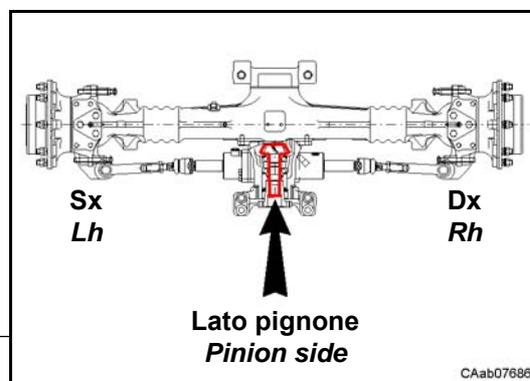

Fig. 2
**Lato sinistro assale:** parte sinistra dell'assale guardandolo dall'albero del pignone verso l'ingranaggio conico (Fig. 2).
**Lato destro assale:** parte destra dell'assale guardandolo dall'albero del pignone verso l'ingranaggio conico (Fig. 2).
**Axle left side:** it is the left side of the axle from pinion shaft point of view toward the pinion bevel gear (Fig. 2).
**Axle right side:** it is the right side of the axle from pinion shaft point of view toward the pinion bevel gear (Fig. 2).